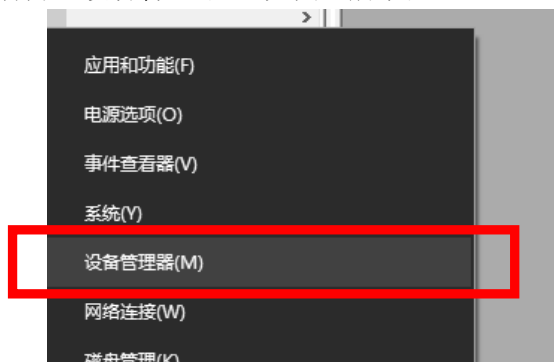

图 1 打开“设备管理器”
- 3) 右键点击开始菜单，打开“设备管理器”，如图 1 所示；